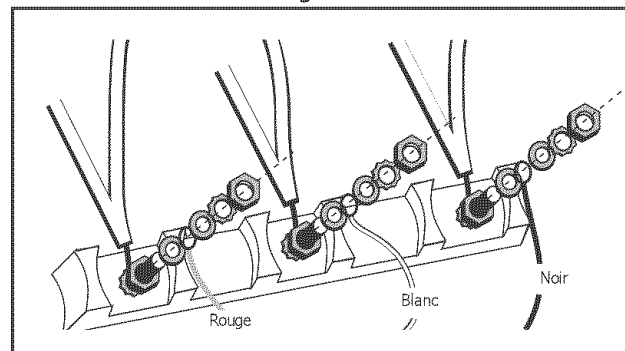

Figure 10
6. Attacher le fil rouge, rondelle ronde, rondelle étoile et écrou DANS CET ORDRE sur la tige gauche, voir figure 10.
7. Attacher le fil blanc, rondelle ronde, rondelle étoile et écrou DANS CET ORDRE sur la tige centrale, voir figure 10.
8. Attacher le fil noir, rondelle ronde, rondelle étoile et écrou DANS CET ORDRE sur la tige droite, voir figure 10.